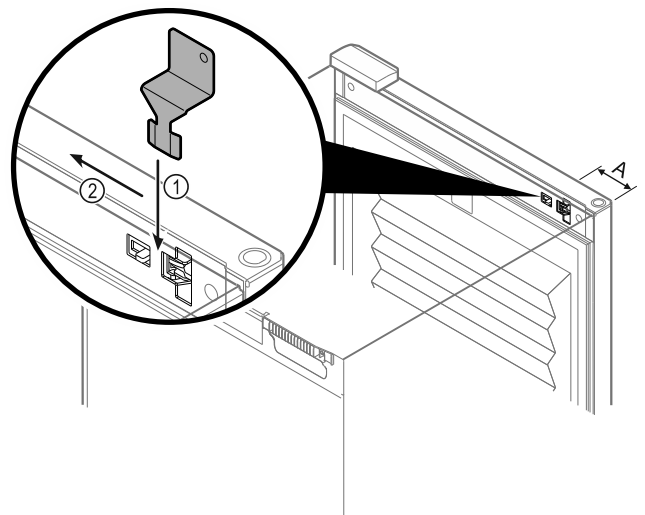

Fig. 138
- ▶ Ključ za odklepanje v sili postavite na predvideno mesto Fig. 138 (A) \approx 100 mm.
- ▶ Ključ za odklepanje v sili vstavite med vrata in korpus naprave z zgornje strani do konca Fig. 138 (1).
- ▶ Ključ za odklepanje v sili povlecite v smeri tečaja Fig. 138 (2).